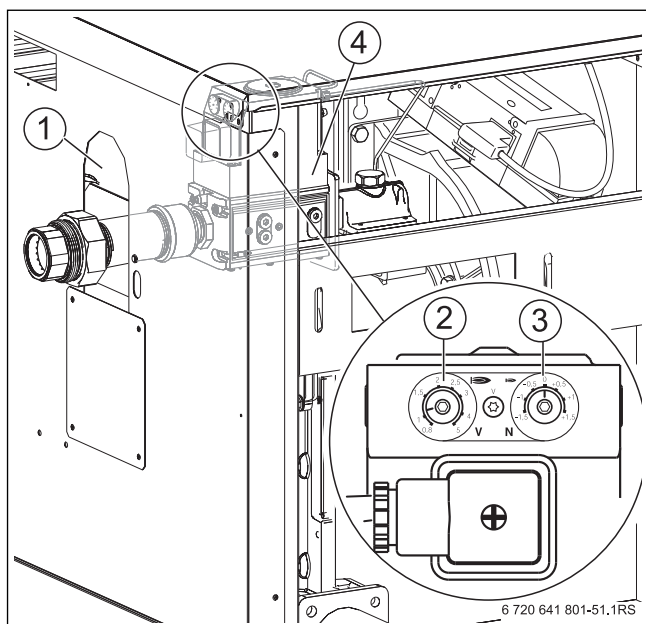

Рис. 29 Переналадка на другой вид газа котлов мощностью 200 - 280 кВт
- ▶ Увеличьте значение регулировочного винта V (→ рис. 29, [2]) на 0,5, например, если установлено 1,1, то установите 1,6.
- ▶ Уменьшите значение регулировочного винта V (→ рис. 29, [2]) на 0,5, например, если установлено 1,6, то установите 1,1.